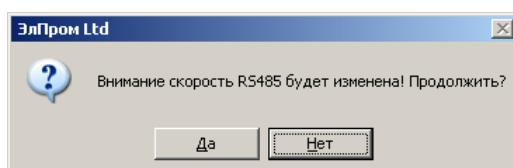

Рисунок 9.3.3. Предупреждающее окно изменения скорости RS485.
- панель установки скорости интерфейса RS485 позволяет выбрать скорость из выпадающего списка, после выбора появится предупреждающее окно (Рис. 9.3.3) в котором следует подтвердить изменение скорости или отказаться, кроме того в этой панели выполняются настройки для работы в компьютерной сети: тип протокола, адрес и временные интервалы (см. «Протокол передачи данных для БКЗЭ-1М.0510» «bkze1m-pd_0510.pdf»).